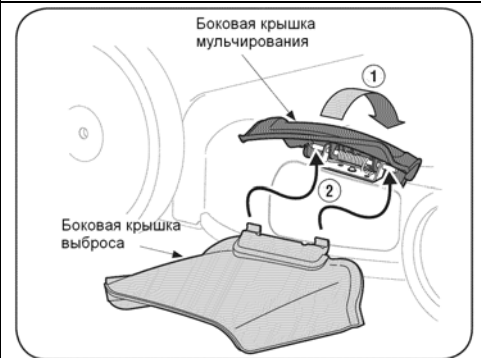

Рис. 9
1. На боковой стороне косилки, поднимите крышку мульчирования. См. Рисунок 9.